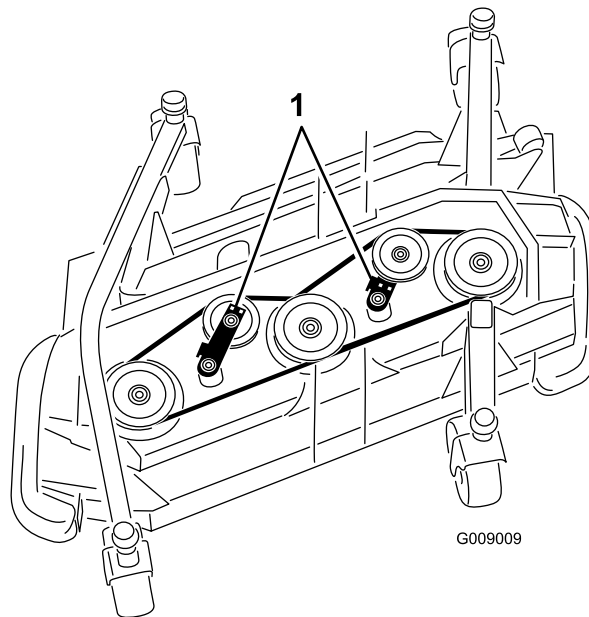

Figura 84
5. Con una llave de carraca u otra herramienta similar, aleje las poleas tensoras de la correa de transmisión para aliviar la tensión de la correa y poderla retirar de las poleas (Figura 84).